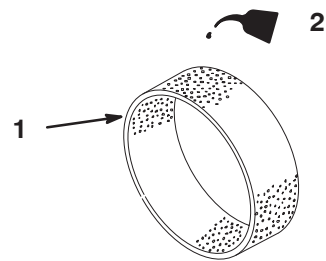

Bild 32
4. Gießen Sie ca. 50 ml Öl auf den Einsatz (Bild 32).